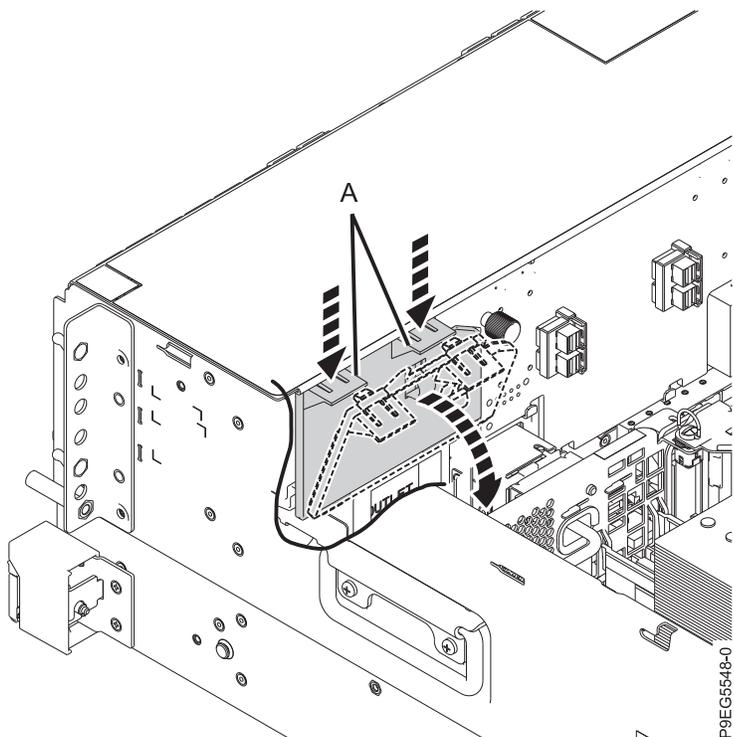

Figure 2. Retrait du panneau d'obturation arrière de la station d'accueil RDX interne
2. Retirez le panneau d'obturation arrière, comme illustré dans la figure 2, à la page 6.